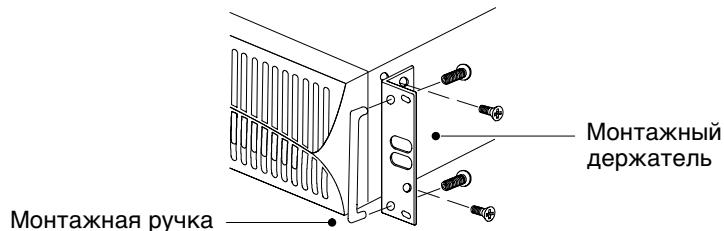

Рисунок 2. Установка монтажных держателей
2. Прикрепите монтажные ручки к держателю винтами из набора принадлежностей (см. Рисунок 2).
3. Совместите монтажные держатели с отверстиями для винтов на боковой части ИБП и закрепите держатели прилагаемыми винтами (см. Рисунок 2).